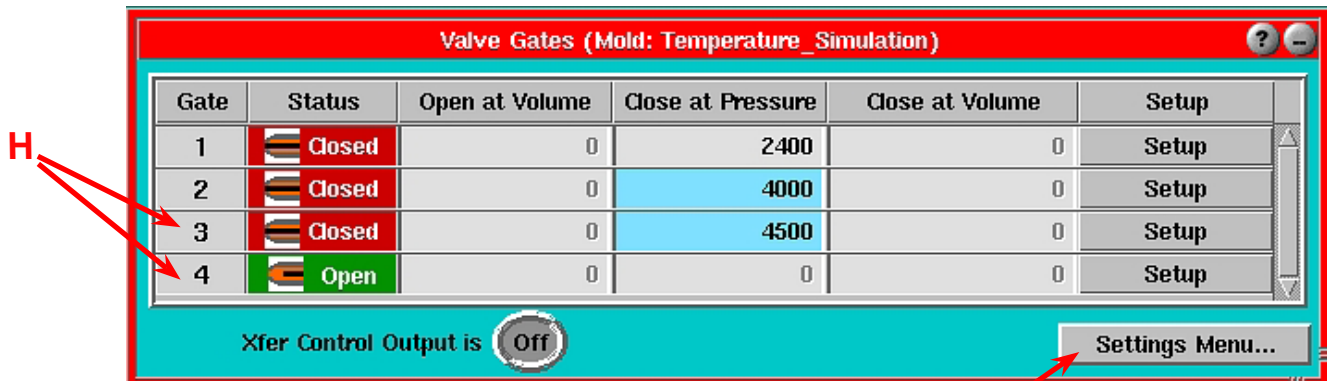

Abbildung 7: Tool "Schieberventile"
- Q. Schließen bei Druckaktivierung:** Markieren Sie das Kontrollkästchen "Druck bei", damit das Schieberventil geschlossen wird, wenn der Sensordruck rechts den eingestellten Wert erreicht. Falls aktiviert, kann der Wert vom Hauptbildschirm "Schieberventile" aus festgelegt werden (Abbildung 7).